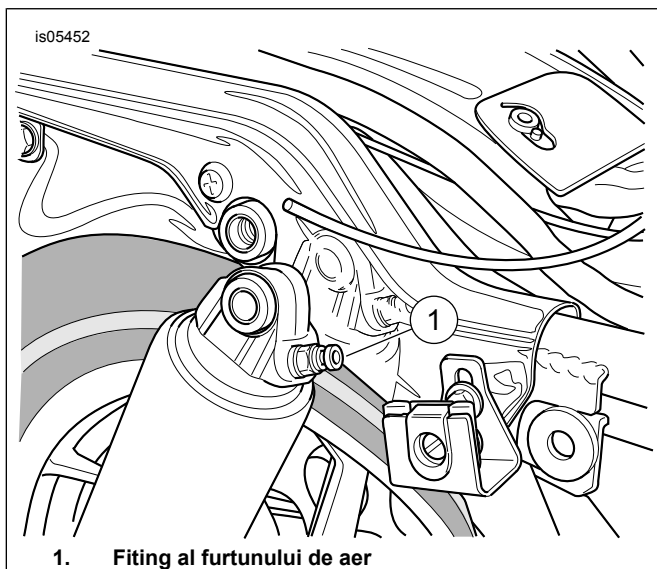
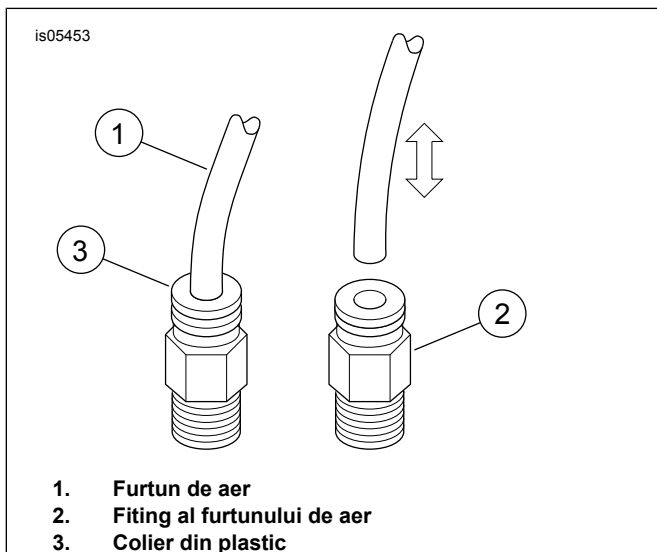

Figura 1. Amortizorul de șoc spate
Figura 2. Demontarea și montarea furtunului de aer
7. Consultați Figura 1 și Figura 2. Scoateți furtunurile de aer de pe fittingurile furtunului de aer ale amortizorului de șoc.